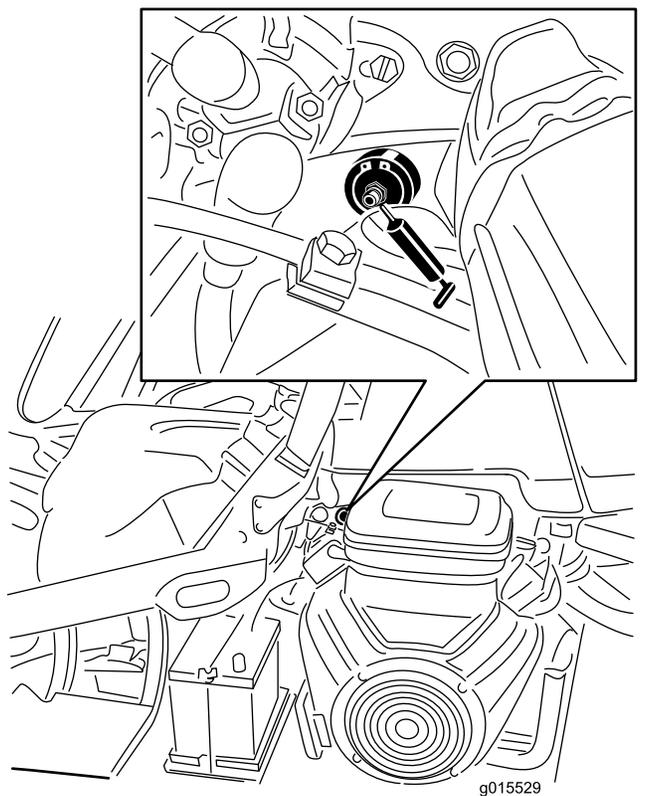

Figure 32
1. Essuyez les graisseurs pour éviter que des impuretés ne pénètrent dans le roulement ou la bague (Figure 32).